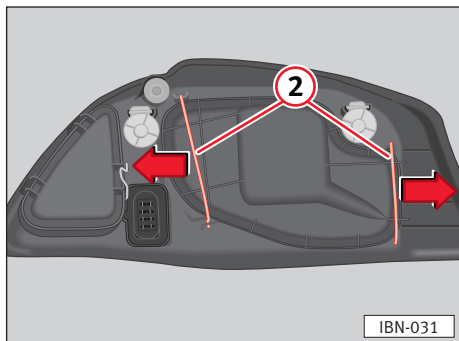

Abb.151
- Die Halter ⇒ **Abb.151** (2) in Pfeilrichtung nach außen schieben und den Deckel abnehmen.